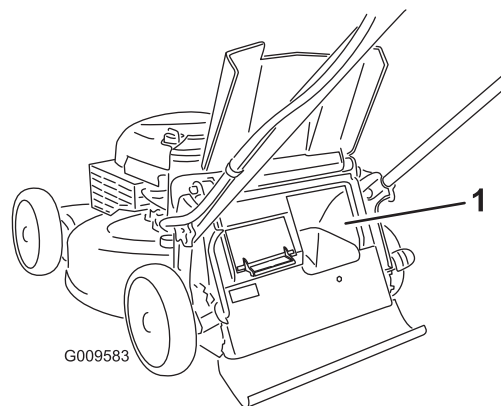

Figure 20
**Important:** Pour que le ramassage s'effectue correctement, enlevez les déchets d'herbe et autres qui se trouvent sur le volet de ramassage sur demande et l'ouverture (Figure 20) avant de changer la position du levier de ramassage sur demande.